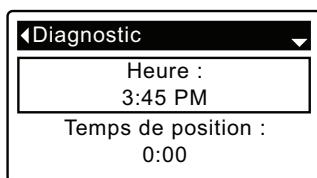

FIG. 79
8. Appuyez sur le SÉLECTEUR (O) pour ouvrir l'écran de diagnostic (cf. Figure 79).